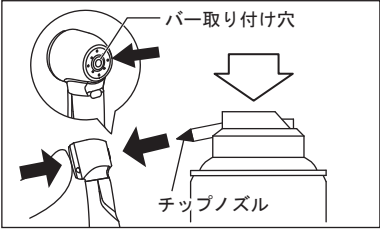

図10
- 2) プッシュボタンを軽く押しながらパーの取り付け穴へ直接スプレー注油を行います（図10）。